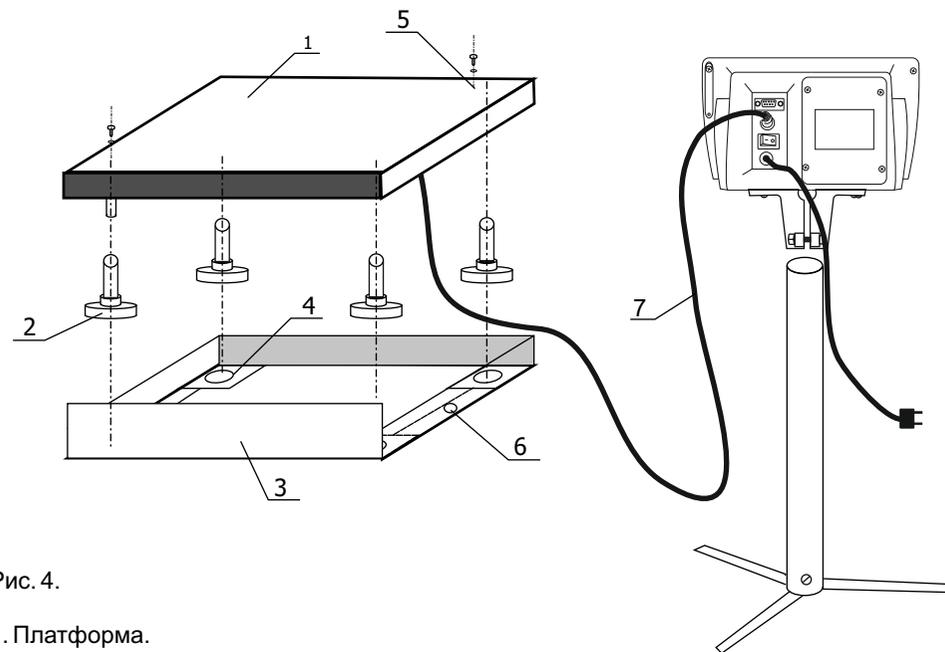

Рис. 4.
6.3.1. Выберите горизонтальную ровную поверхность для установки весов и распакуйте весы. Сборку, подготовку весов к работе произведите в последовательности, изложенной в разделе 6.2.2. При этом высота платформы должна соответствовать размерам, указанным на рис. 4а. Вертикальные зазоры в опорах весов устранили, подложив под соответствующий угол рамы прокладку требуемой толщины из прочного листового материала.
Расположение и высота упора рамы показаны на рис. 4а.
Рис. 4а.